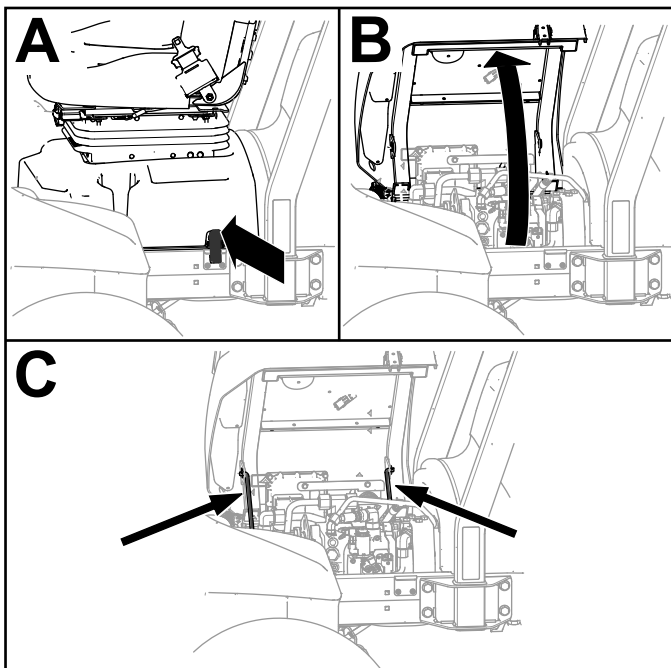

Figura 37
1. Desenganche la base del asiento (Figura 37, A).
2. Incline el asiento y la base (Figura 37, B).
3. Coloque las varillas de sujeción (Figura 37, C).